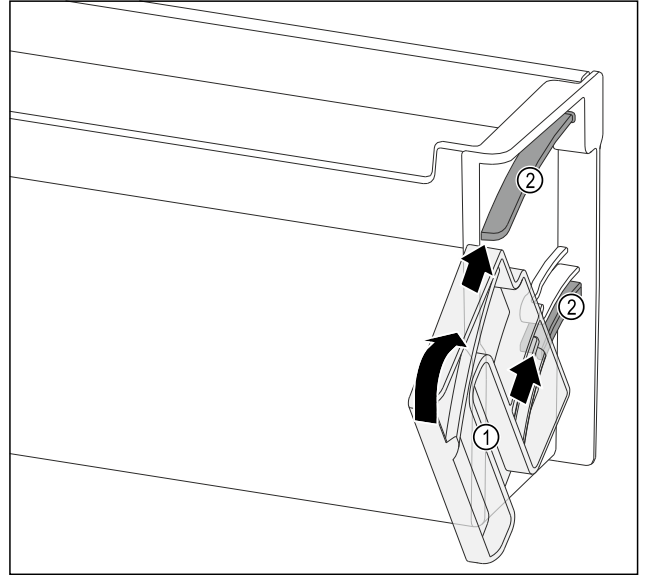

Fig. 127
- Çevirme ünitesini Fig. 127 (1), çıkıntılar tam kapı rafının kılavuz kanallarının Fig. 127 (2) karşısına gelecek şekilde yerleştirin.
- Çevirme ünitesini Fig. 127 (1) belirtilen yönde çevirin.